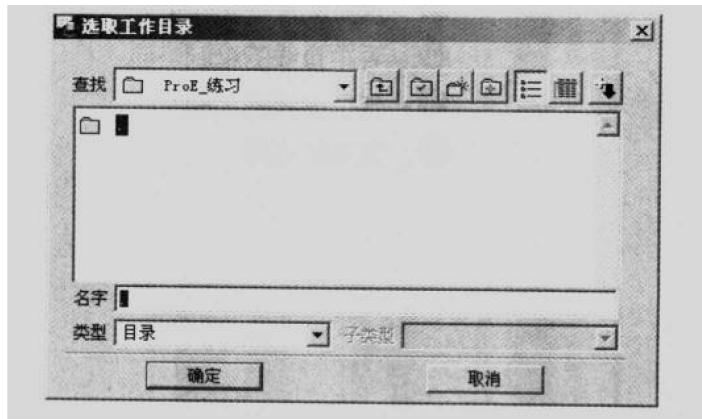

图 1.2 【选取工作目录】对话框
- (1) 启动 Pro/ENGINEER 2001 简体中文版。
- (2) 设置工作目录。在 Pro/ENGINEER 2001 的菜单栏中选择【文件】|【设置工作目录】命令，系统将弹出【选取工作目录】对话框，如图 1.2 所示。在此对话框中选取自己的工作目录，并单击【确定】按钮。